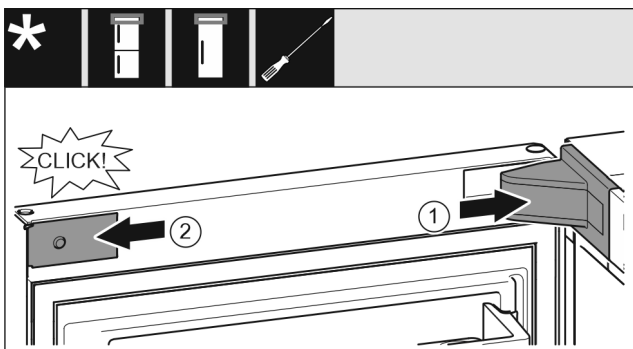

Fig. 22
- ▶ Поставете и фиксирайте капачката на лагерната стойка, при нужда внимателно го натиснете настрани. *Fig. 22 (1)*
- ▶ Поставете странично капачката и я фиксирайте. *Fig. 22 (2)*